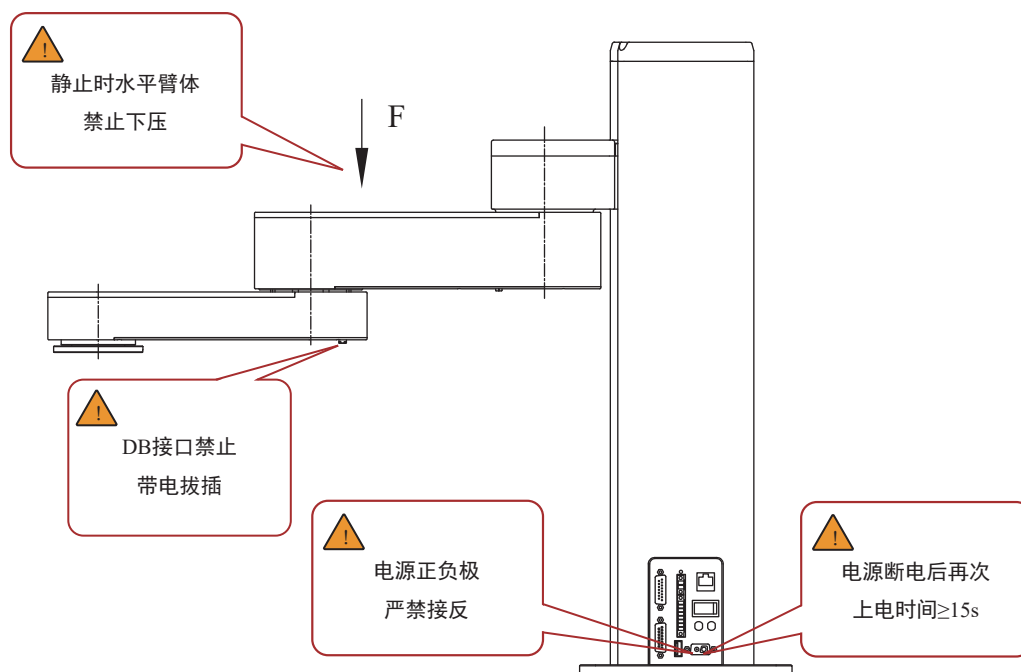

图 10
- 5. 带电拔插，电源正负极接反警告 (图10所示)
- 6. 断电静止时水平臂体不能下压 (图10所示)